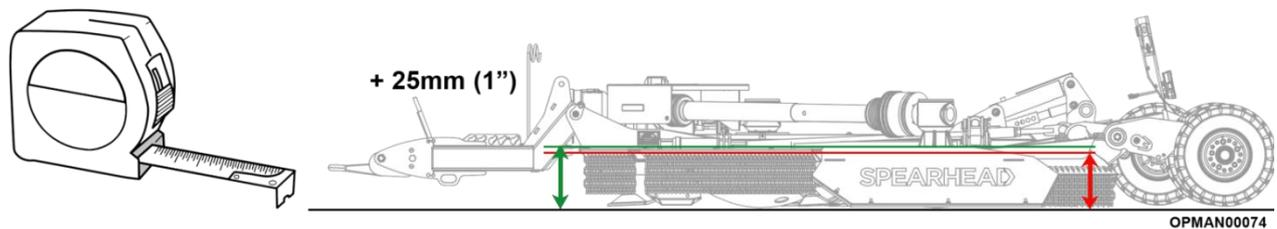

Abbildung 4.19 - Multicut 460/620 Maschinennivellierung von Front bis Heck
- 4.7.1.2 Messen Sie an jedem Ende der Oberseite der Gelenkstange bis zum Boden; siehe Abbildung 4.19, um die Höhe der Vorder- und Rückseite der Maschine zu bestimmen.
HINWEIS: Beachten Sie, dass die Reifen bei weichem Boden einsinken können, wenn die Maschine im Einsatz ist und sich die tatsächliche Schnitthöhe ändert; siehe Abbildung 4.19. Zur Sicherheit sollte die Schnitthöhe beim Einstellen etwas höher eingestellt werden, um diesem Absinken Rechnung zu tragen. Bewerten Sie danach den Einsatzort und passen Sie die Höhe bei Bedarf wieder an.